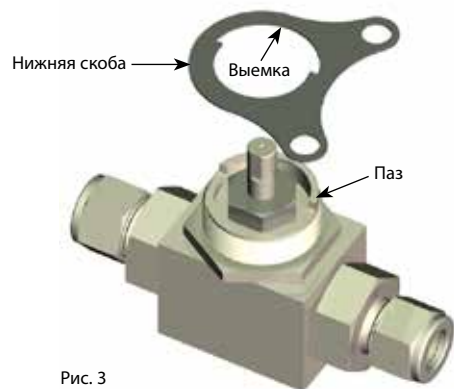

Рис. 3
3. Установите **нижнюю скобу** на кран так, чтобы **выемка** в скобе совпала с **пазом** на кране. Рис. 3.